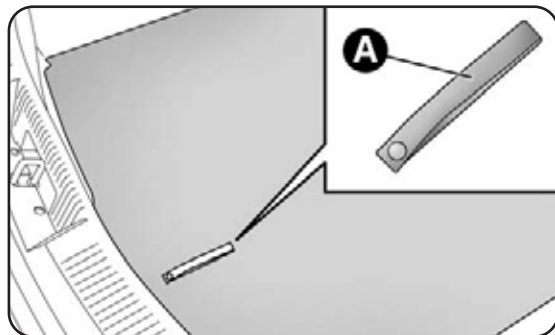

fig. 2
- apri il bagagliaio, tira la linguetta A-fig. 2 e solleva verso l'alto il tappeto di rivestimento;